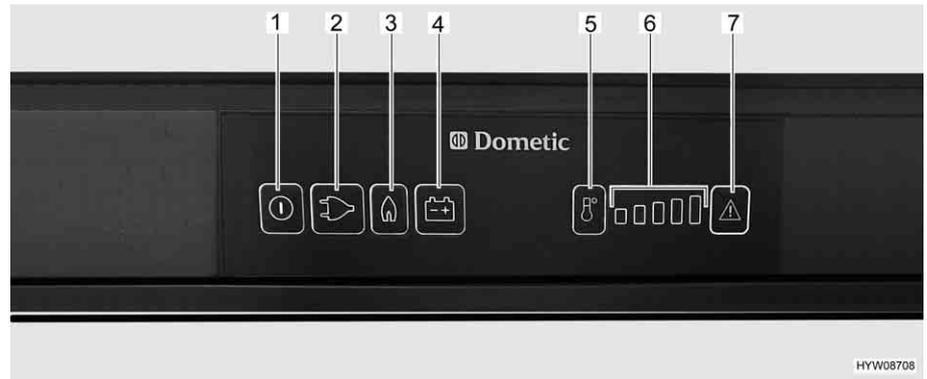

Fig. 216 Elementos de mando para el frigorífico (Dometic de la serie 8 con SMSE)
- Pulsar la tecla On/Off (Fig. 216,1) por aprox. 2 segundos. El frigorífico se conectará. Se iluminará la tecla modo de funcionamiento seleccionado más recientemente.
- En caso necesario, pulsar la tecla para el modo de funcionamiento "Gas" (Fig. 216,3). La tecla se iluminará. El suministro de gas está abierto. El encendido se realiza automáticamente. Se oye un sonido de tic-tac hasta que el proceso de encendido se haya llevado a cabo con éxito.
- Ajustar la temperatura de refrigeración con la tecla de selección de nivel de temperatura (Fig. 216,5).
- En caso necesario, pulsar la tecla de modo de funcionamiento "230 V" (Fig. 216,2). La tecla se iluminará.
- En caso necesario, pulsar la tecla de modo de funcionamiento "12 V" (Fig. 216,4). La tecla se iluminará.